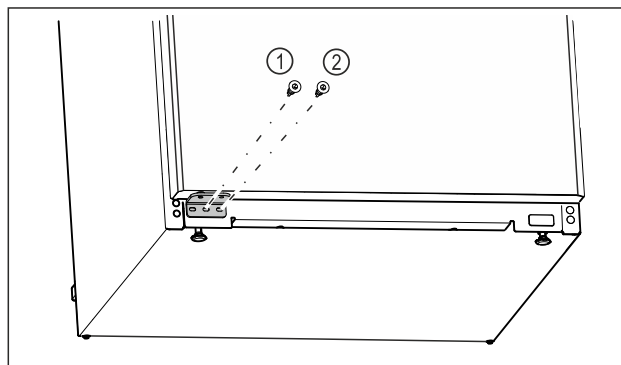

Fig. 21
- Затяните центральный винт опорного кронштейна Fig. 21 (1) отверткой Torx 20.
- Затяните внутренний винт опорного кронштейна Fig. 21 (2) отверткой Torx 20.